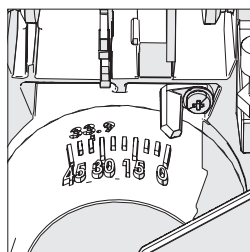

Fig. 8
- Assurez-vous que la tête de coupe soit en position verticale, contre sa butée et que le pointeur de biseau indique 0° sur l'échelle. (Fig. 8)